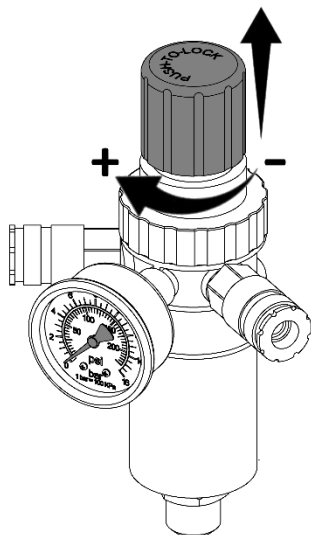

Рисунок 9
8.4.1. Настройка давления в подсоединенных пневматических инструментах регулятором давления осуществляется следующим образом (рисунок 9):